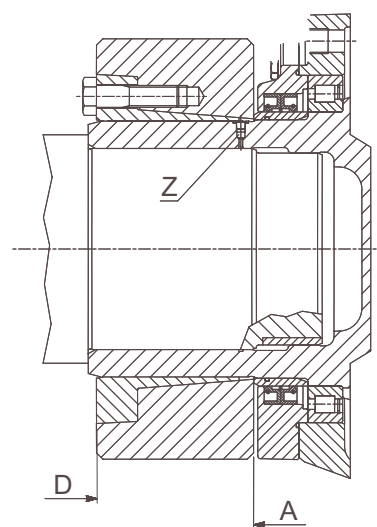

Fig. 2
- Volver a colocar el tapón "Z" (fig. 2) y posicionar el empalme (fig. 2, A)
- Es posible comprobar a simple vista que el montaje ha quedado terminado correctamente: las superficies frontales del anillo interno y externo deben quedar sobre el mismo plano (fig. 2, D).
- Antes de reinstalar un empalme regenerado hay volver a lubricar las zonas "C" (fig. 2).